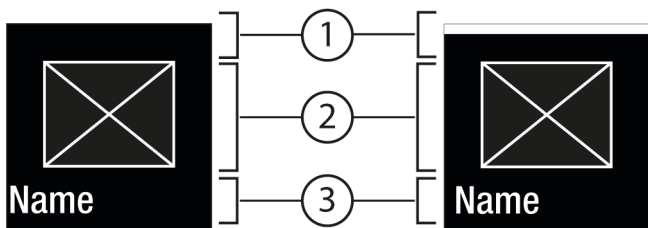
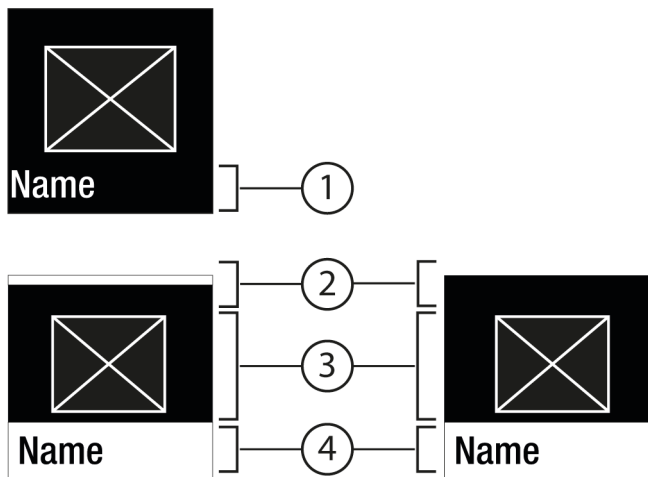

Fig. 6
Fig. 7
- Mit Bestätigen Fig. 5 (2) das Untermenü Fig. 7 (4) aufrufen.
- Neuen Wert einstellen: Mit Bestätigen Fig. 5 (2) einen deaktivierten Wert Fig. 6 (1) auswählen.
- Zurück ins Menü: Mit Bestätigen Fig. 5 (2) den bereits aktivierten Wert Fig. 6 (2) auswählen.
- ▷ Status: aktiviert Fig. 6 (1) erscheint kurz im Untermenü Fig. 7 (4).